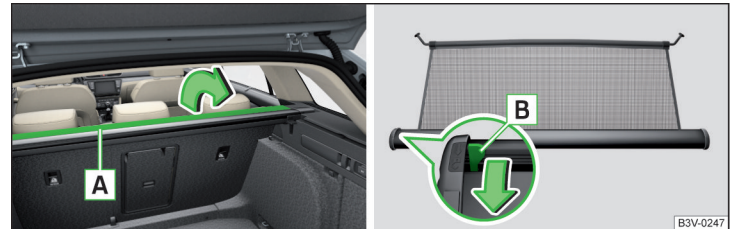

Abb. 139 Teil der aufrollbaren Gepäckraumabdeckung aufklappen / Entriegelungshebel
➤ Den Teil **A** der aufrollbaren Gepäckraumabdeckung in Pfeilrichtung aufklappen » Abb. 139.
- › Den Teil **A** der aufrollbaren Gepäckraumabdeckung entgegen der Pfeilrichtung zurückklappen » Abb. 139.
- › Den Teil **A** der aufrollbaren Gepäckraumabdeckung in Pfeilrichtung aufklappen » Abb. 139.
Sollte die Netztrennwand beim Herausziehen blockieren, dann den Entriegelungshebel **B** in Pfeilrichtung drücken » Abb. 139.